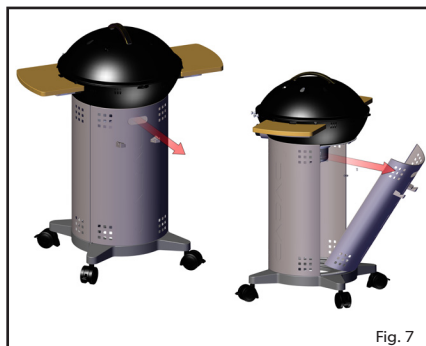
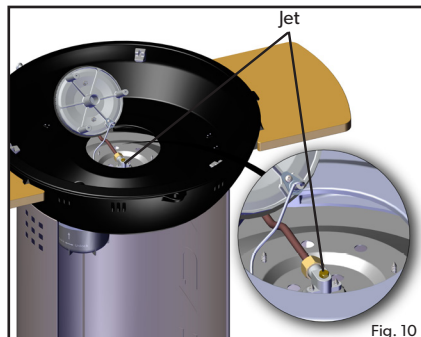

Fig. 7
Fig. 10
- Per sostituire l'ugello: Estrarre il pannello posteriore utilizzando la maniglia (fig. 7) rimuovere il coperchio, la griglia barbecue, il supporto portapentole e gli altri elementi non fissi dall'apparecchio. Ora svitare le 3 viti poste sotto l'apparecchio come mostrato nella figura 8, allentando il bruciatore. Ora rimuovere il bruciatore delicatamente sollevandolo (figura 9), si noti che è attaccato al filo di accensione piezo. NON estrarre il bruciatore altrimenti si rischia di rompere il cavo di accensione piezoelettrica dell'apparecchio. Appoggiare delicatamente il bruciatore su un lato, rendendo in tal modo visibile l'ugello (fig. 10). Il getto può essere rimosso utilizzando una chiave adatta. Non usare pinze sull'ugello in quanto ciò potrebbe danneggiare l'ugello stesso, rendendolo inutilizzabile o impossibile da rimuovere. Avvitare il nuovo ugello nella valvola. Non serrare eccessivamente per evitare di danneggiare il l'ugello.